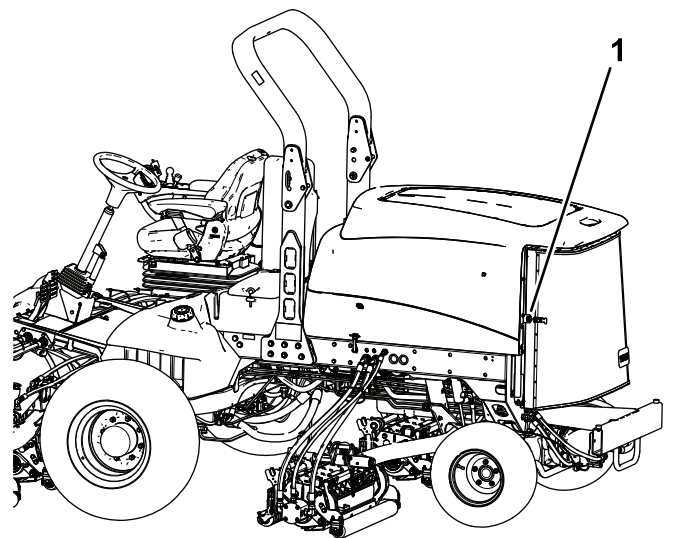

Figura 78
2. Destranque e abra o painel traseiro (Figura 78).